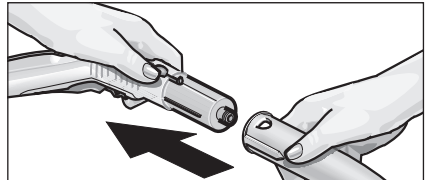

Abb. 2: Aufstecken von Zubehör auf die Dampfpistole
- Verbinden Sie das gewünschte Zubehörteil (D1, E1, F1) mit der Dampfpistole (C1). Stecken Sie dazu das rohrförmige Ende des Zubehörteiles auf die Dampfpistole (C1). Schieben Sie das Zubehörteil dann soweit auf die Dampfpistole, bis die Entriegelungstaste (C3) der Dampfpistole einrastet (siehe Abb. 2).